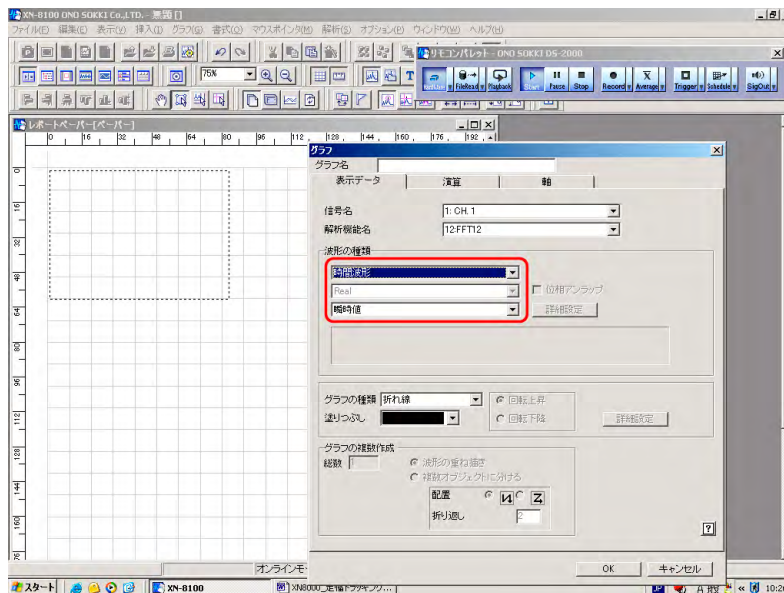

図 7
点線の四角が表示され、[グラフ] プロパティが表示されます (図 7)。
② 図 7 のように「波形の種類：時間波形、瞬時値」を選択し、OK ボタンをクリックします。